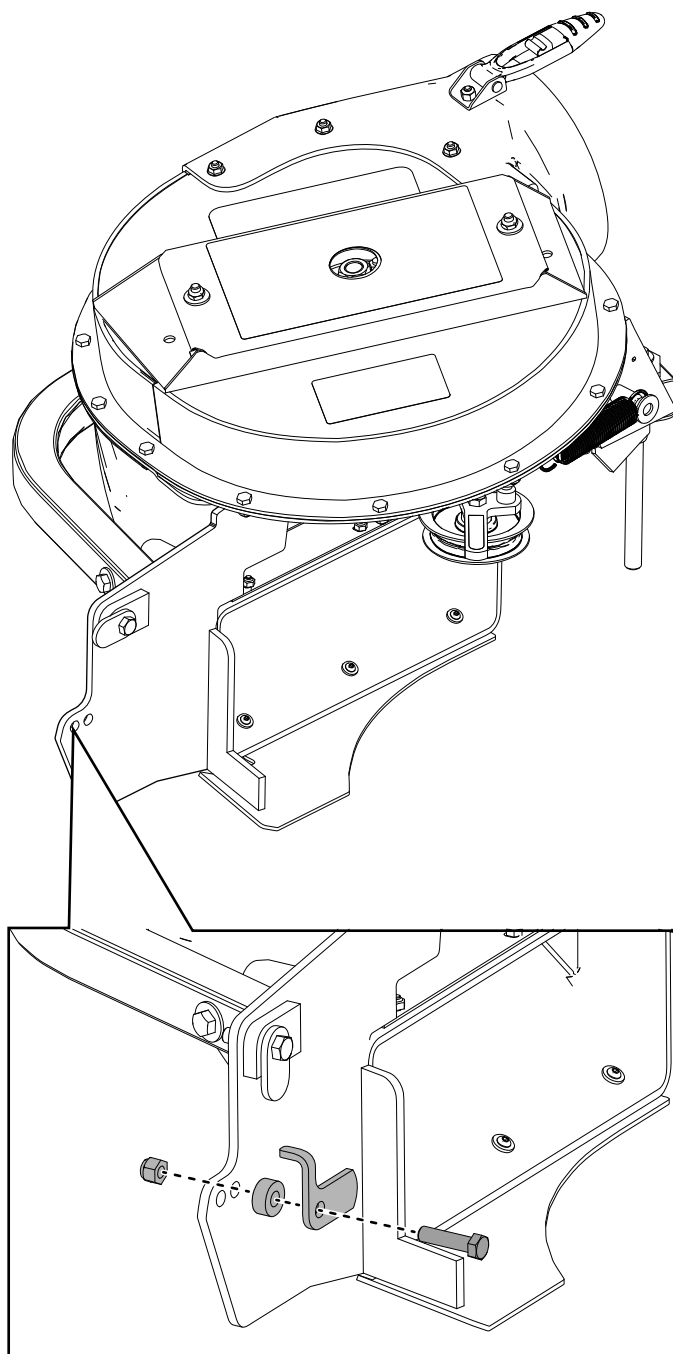
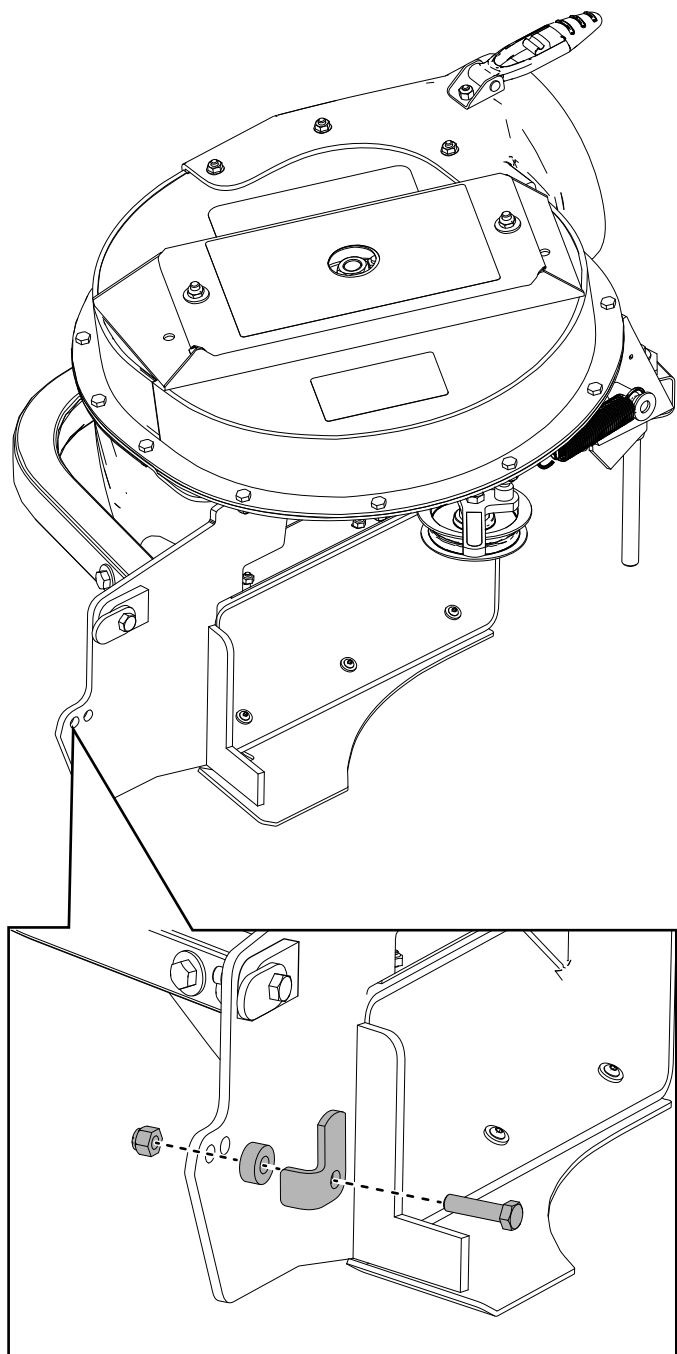

Figura 31
Figura 32
3. Sujete el cierre al soplador con el perno de cabeza hexagonal ($\frac{3}{8}$ " x $1\frac{1}{2}$ "), el espaciador y la contratuerca ($\frac{3}{8}$ "), como se muestra en la Figura 31 y la Figura 32.